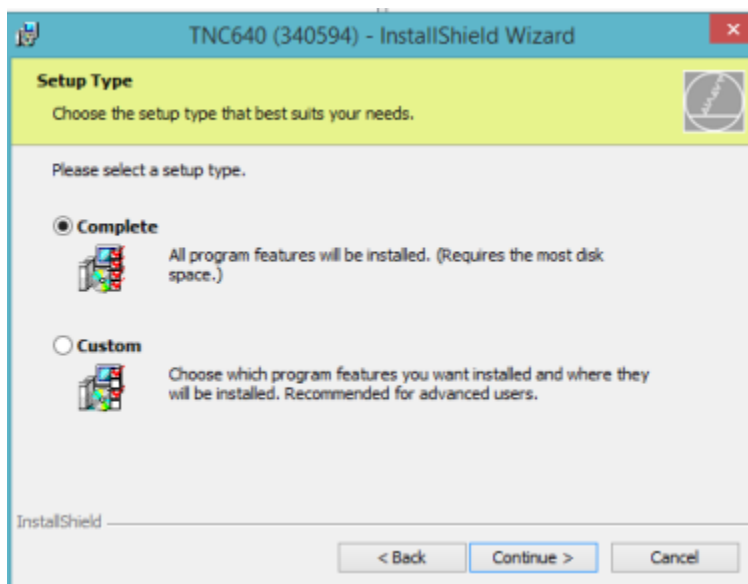

Рисунок 1.6- Вибір типу установки
5. Вибрати тип установки і натиснути *Continue* ( рис.1.6).